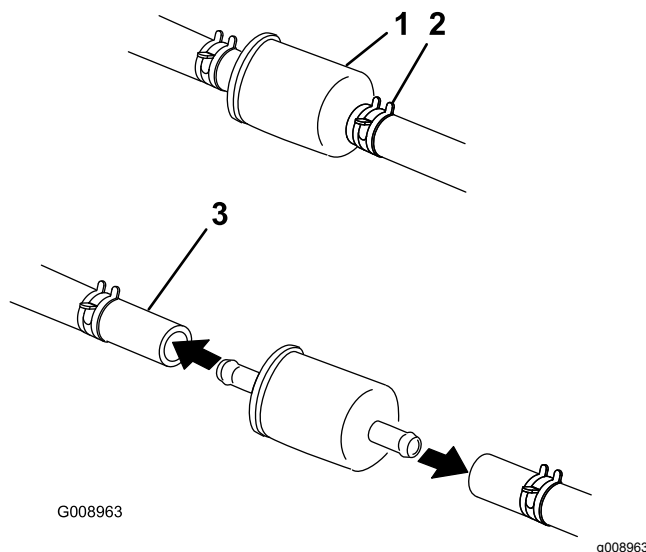

Figura 55
4. Cierre la válvula de cierre de combustible, situada debajo del asiento (Figura 55).
5. Apriete los extremos de las abrazaderas y deslícelas por la manguera alejándolas del filtro (Figura 55).
7. Instale un filtro nuevo y acerque las abrazaderas al filtro (Figura 55).